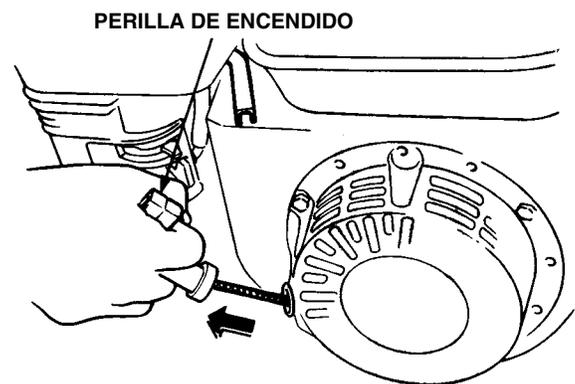

Figura 15. Perilla de encendido
5. Tome la perilla de encendido (Figura 15) y tírela lentamente. La resistencia se vuelve mayor en un cierto punto, que corresponde al punto de compresión. Rebobine un poco la cuerda desde ese punto y tire con fuerza.